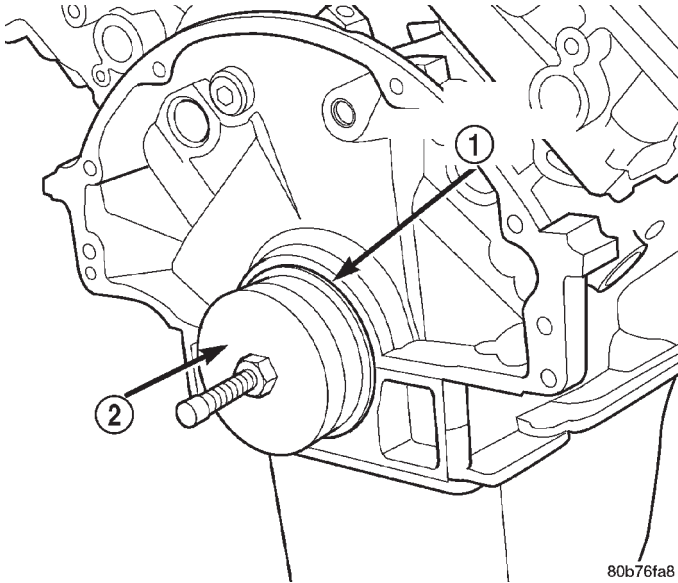

Abb. 123 Ausbau des hinteren Kurbelwellendichtrings
(3) Mit Spezialwerkzeug 8506 (Abb. 123) den hinteren Kurbelwellendichtring ausbauen.